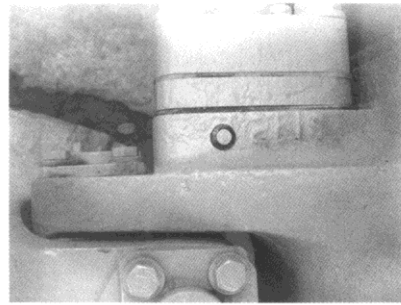

Рис.6-14
11. Смазать сферический шарнир рычага наклона (см. рис. 6-14) в двух точках.